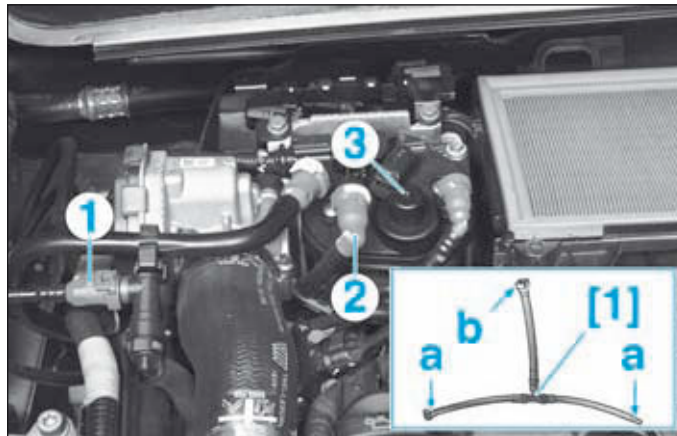

FIG.59
- Débrancher le raccord de retour (1) (Fig.59).
- Intercaler entre le raccord de retour (1) les raccords (a) de l'outil [1].